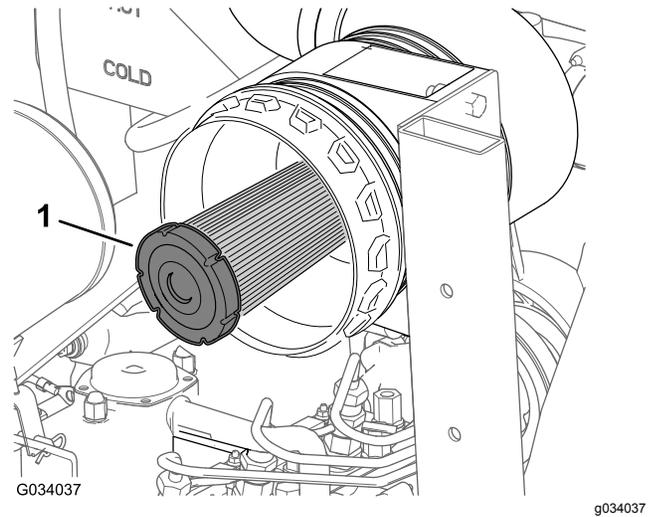

Figure 44
2. Vérifiez que l'élément de sécurité ne présente pas de dépôts de poussière ou débris (Figure 44).
**Important:** N'essayez jamais de nettoyer l'élément de sécurité (Figure 44). Remplacez l'élément filtrant de sécurité une fois sur trois, quand vous effectuez l'entretien du préfiltre.